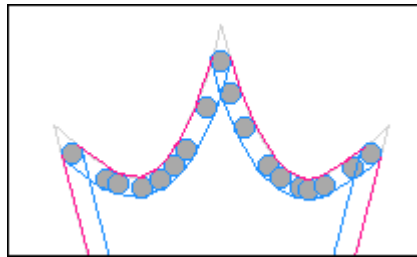

Abbildung 2: Dank der Kollision- Überwachung werden die Konturen vom Werkzeug nicht zerstört.
1. Die Berechnung der Bahnen erfolgt mit Kollision- Überwachung (siehe Abbildung 2).